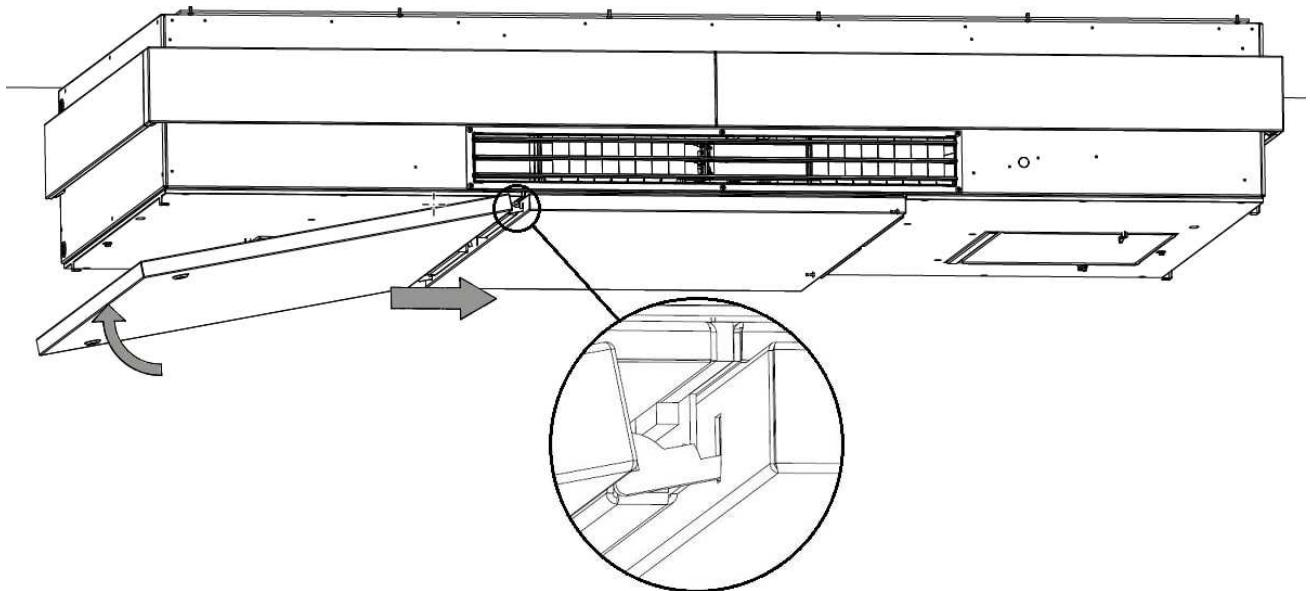

Abbildung 54: Einhängen des linken Gehäusedeckels
3. Heben Sie den linken Gehäusedeckel nach oben und hängen Sie sie ihn an der mittleren Platte ein, siehe Abbildung 54 unten.